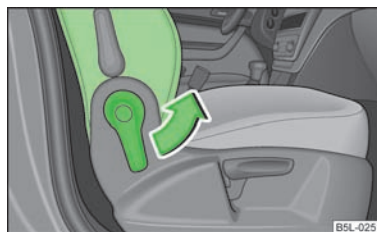

Fig. 42
- Tirar de la palanca en sentido de la flecha » fig. 42 y plegar el respaldo hacia delante hasta que escuche que el bloqueo encaja.